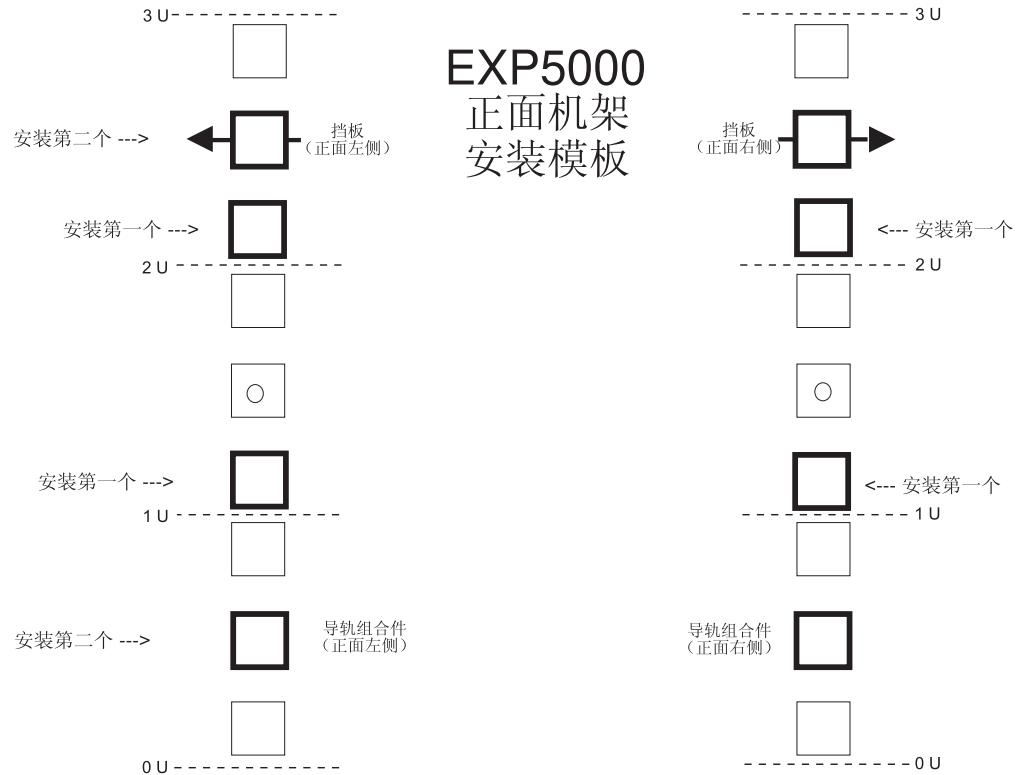
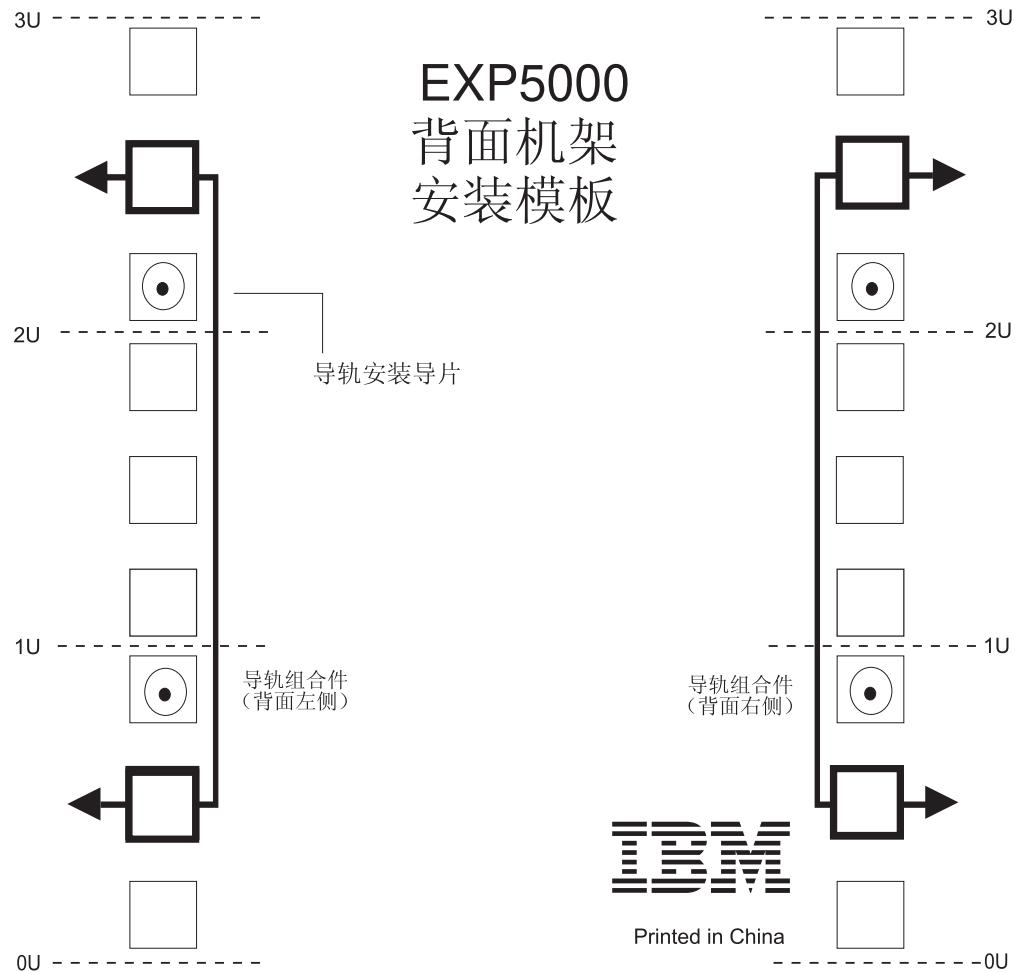

图 9. 前部机架安装模板
图 10. 后部机架安装模板
使用以下模板 (第 23 页的图 9 和第 24 页的图 10) 来确定将支撑导轨和 EXP5000 安装到机架时 M5 螺钉的正确插入位置。模板中突出显示了 M5 螺钉的位置。
警告: 请使用在第 23 页的图 9 和第 24 页的图 10 中提供的机架安装模板来找出用于将支撑导轨安装到机架的适当机架安装孔。
6. 握住对着机架安装凸缘内部的导轨的后端。请确保导轨安装导销在正确的孔中。有关图例说明, 请参阅第 24 页的图 10。
7. 使用 5/16 (8 毫米) 六角螺丝刀拧紧这两个 M5 螺钉 (2)。
注: 确保安装了第 23 页的图 9 中标注为优先安装的螺钉。